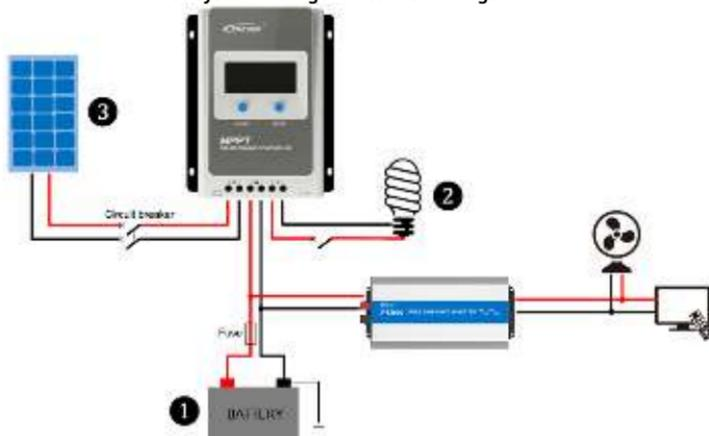

Abbildung 2-2 Verdrahtungsplan
Schritt 2: Schließen Sie das System in der Reihenfolge Batterie - Last - PV-Array gemäß Abbildung 2-2 an. Schaltplan“ und trennen Sie das System in umgekehrter Reihenfolge.